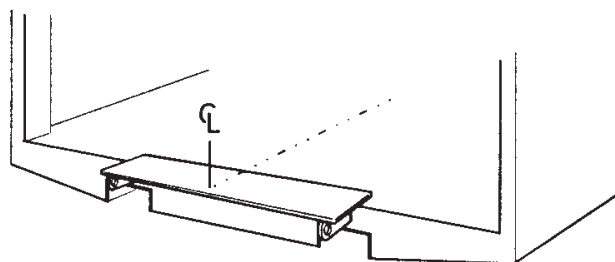

Bild 14. Skruva eller punktsvetsa monteringsjiggen vid bakbalken
2. Skruva eller punktsvetsa monterings-jiggen vid bakbalken, så att resp. mittpunkt sammanfaller, Se Bild 14.